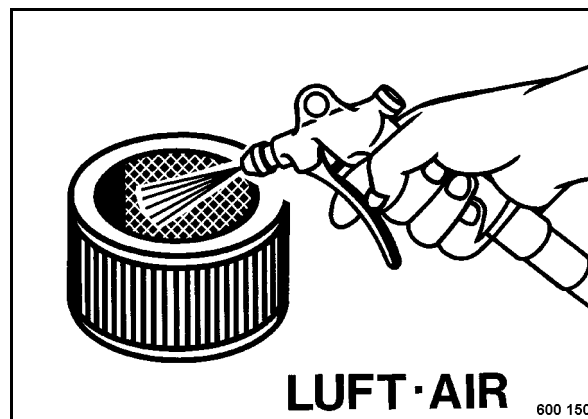

Fig. 38
- Limpiar el filtro de aire (Fig. 38) soplando con aire comprimido seco (máx. 5 bar (73 psi)) desde el interior hacia el exterior.